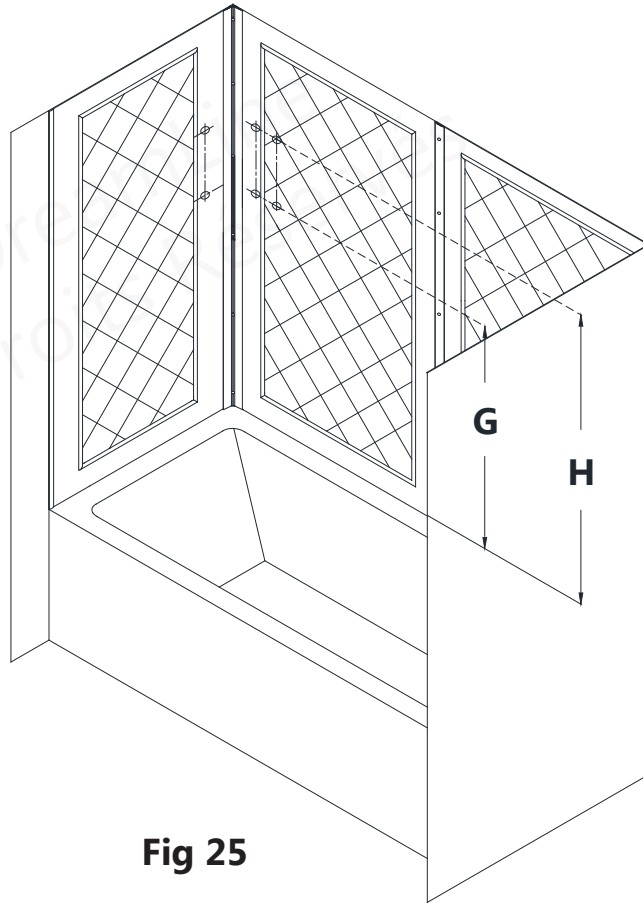

Fig 25
**25.** Déterminez la hauteur des **tablettes de verre (N° 09)** et marquez leurs positions sur le mur. (Fig 25)